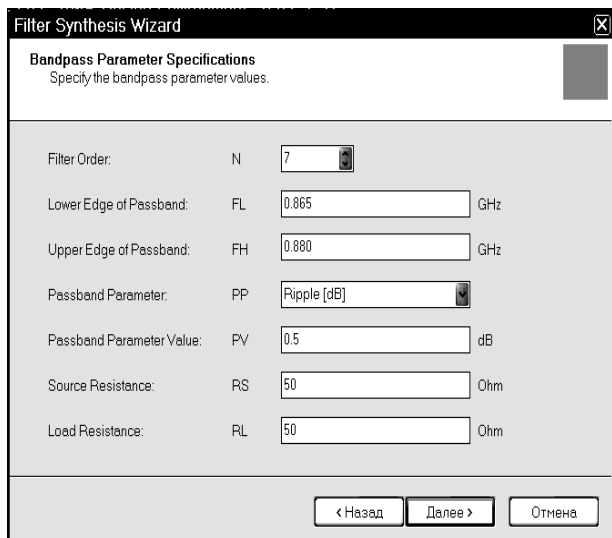

Рис. 3.132
3. На вкладке **Proj** раскройте группу **Wizards** и дважды щёлкните по **Filter Synthesis Wizard**. В открывшемся окне нажмите кнопку **Далее**. В следующем окне отметьте **Bandpass** и нажмите кнопку **Далее**. Отметьте аппроксимацию **Chebyshev** и нажмите кнопку **Далее**. В следующем окне **Bandpass Parameter Specifications** (рис. 3.132) введите порядок фильтра **N=7**, нижнюю частоту полосы пропускания **FL=0.865**, верхнюю частоту полосы пропускания **FH=0.880**, пульсации в полосе пропускания **PV=0.5**, сопротивление источника **RS=50** и сопротивление нагрузки **RL=50**, нажмите **Далее**. Отметьте тип структуры фильтра **Intrdigital Resonators** (Встречноштыревые резонаторы)